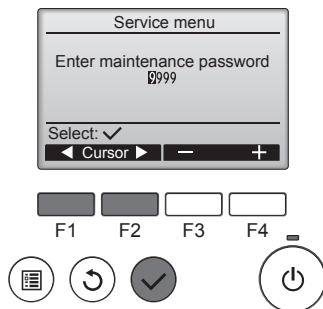

Fig. 7-3
- После выбора Сервисного меню появится окно ввода пароля. (Fig. 7-3)